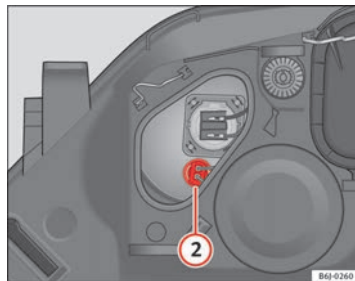

Fig. 150 Luz de posición
- Extraiga el conector ⇒ fig. 150 ② tirando hacia afuera.